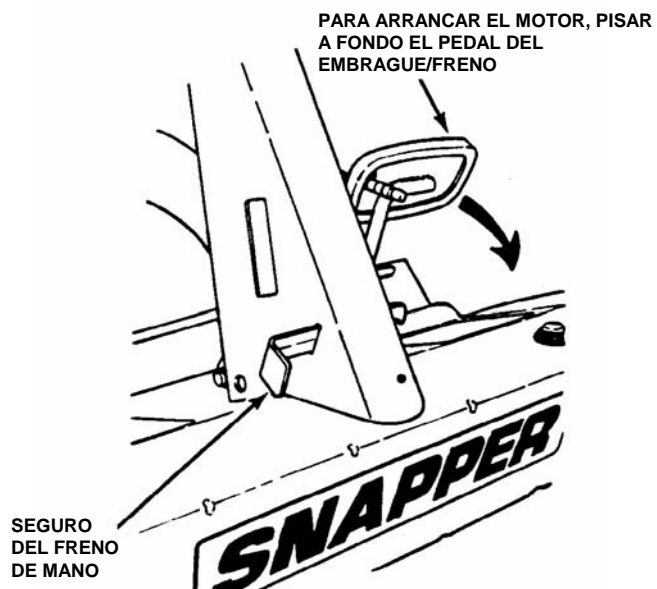

FIGURA 2.5
IMPORTANTE: Al girar la llave de contacto a la posición START (ARRANQUE), el motor girará, pero no arrancará a menos que el pedal del embrague/freno esté pisado a fondo, la palanca de la cuchilla esté en la posición "desengranada" (vea la figura 2.5). El operador debe estar sentado. Para arrancar el motor:
3. Pise a fondo el pedal del embrague/freno y manténgalo allí mientras arranca el motor. Vea la figura 2.5.